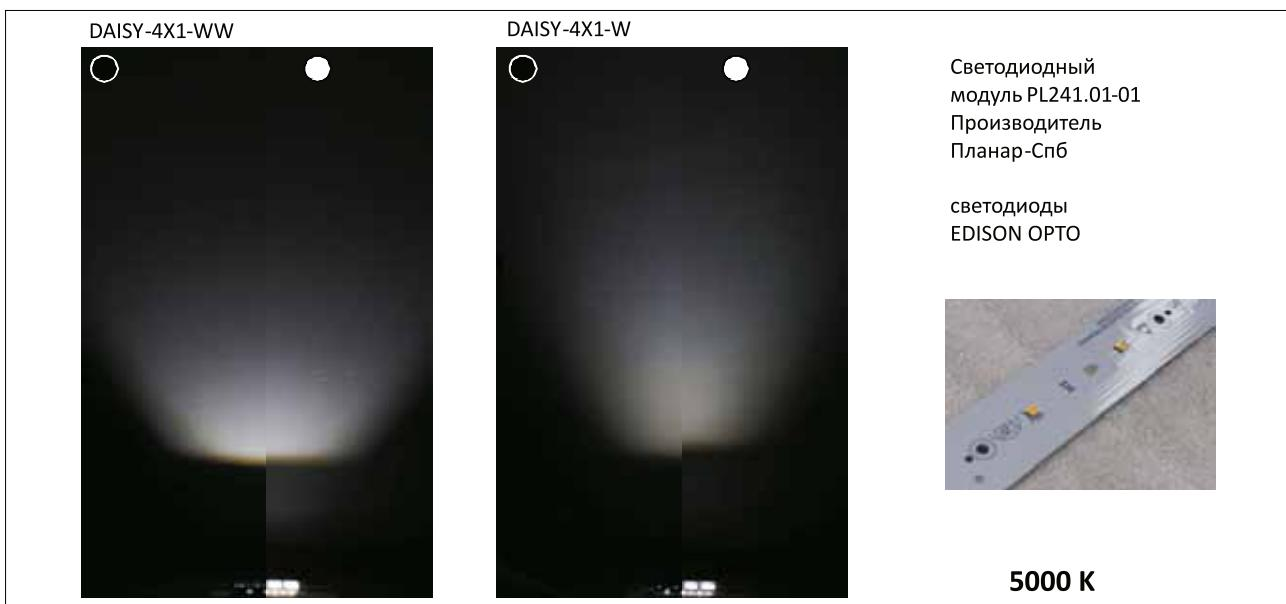

Рис. 8. Результаты работы платы PL241.01-01
- PL241.01-01 с одним белым светодиодом Edison 2835 под каждой линзой (рис. 8);